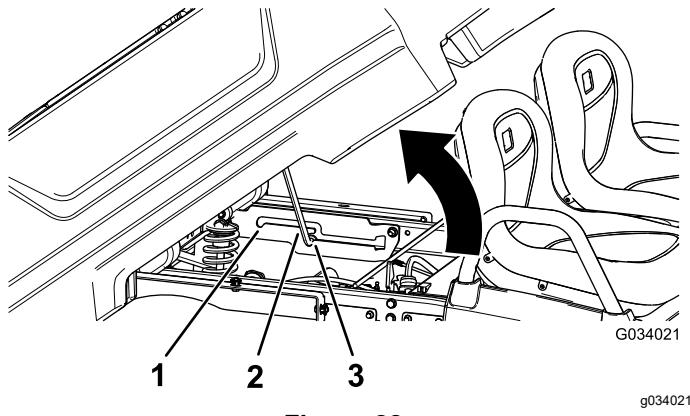

Figura 22
2. Puxe a barra de apoio para a ranhura de bloqueio da posição de descarregar, para fixar a plataforma para descarregar (Figura 22).
2. Puxe a barra de apoio para a ranhura de bloqueio da posição de manutenção, para fixar a plataforma para manutenção (Figura 22).
2. Retire a barra de apoio da ranhura de bloqueio (Figura 22).